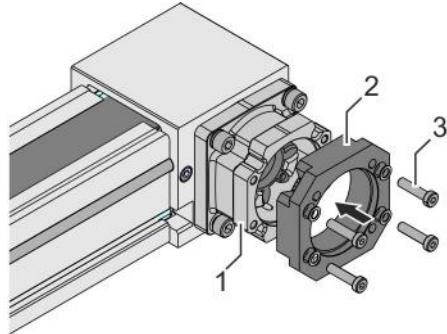

Fig. 20 : Montage de la plaque de moteur
- 8.** ➔ Placer la plaque de moteur (Fig. 20 /2) sur le boîtier d'accouplement (Fig. 20 /1).
- 9.** ➔ Serrer alternativement les 4 vis (Fig. 20 /3) en diagonale :